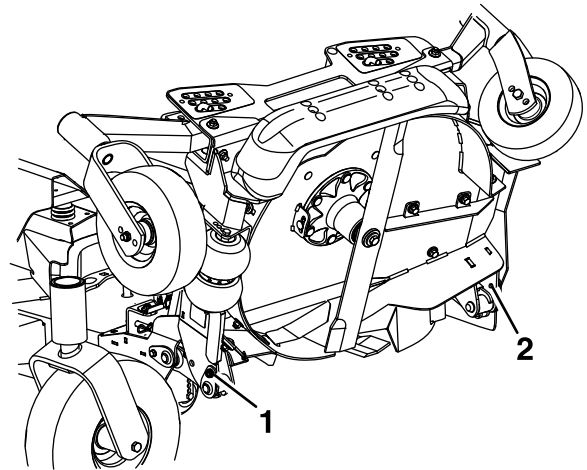
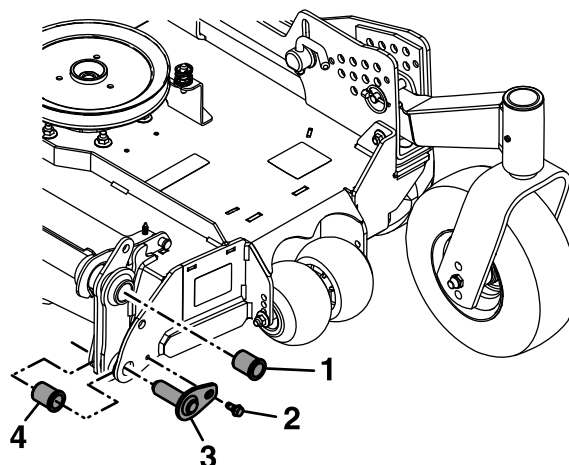

Figure 84
Figure 87
7. Desserrez les boulons qui fixent les axes de pivot supérieurs sur le tablier, mais ne les retirez **pas** (Figure 84).
14. Retirez les douilles à embase des points de pivot supérieurs et nettoyez l'alésage (Figure 87).
18. Retirez et conservez les boulons des points de pivot inférieurs (Figure 84 et Figure 87).